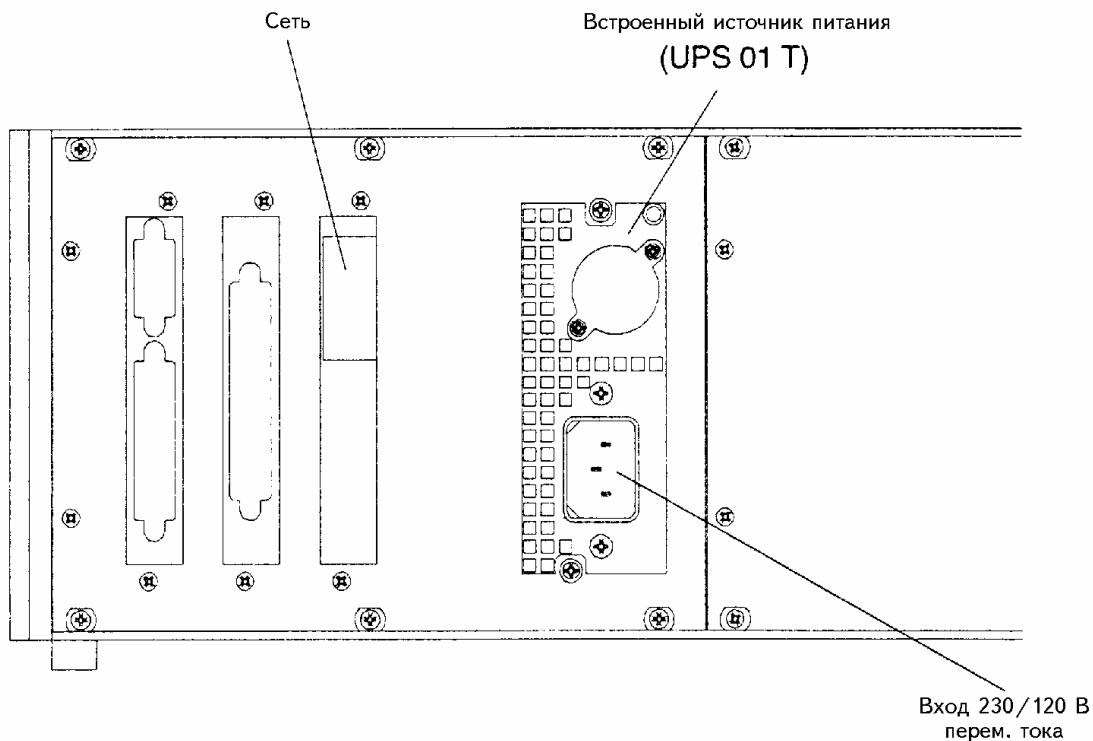

Рис. 6-3. Анализатор MLT 3, напряжение питания
- m** Соедините сеть питания и встроенный источник питания (UPS 01 T) (смотрите Рис. 6-3, разъем AC).